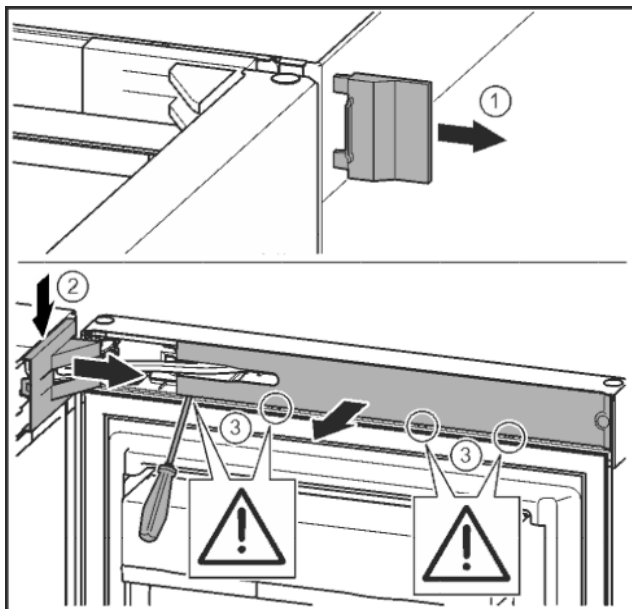

Fig. 6
► Retirer le cache extérieur. Fig. 6 (1)
► Détacher et libérer le cache du support de palier. Retirer le cache du support de palier. Fig. 6 (2)
► Dégager le cache avec le tournevis et l'incliner sur le côté. Fig. 6 (3)